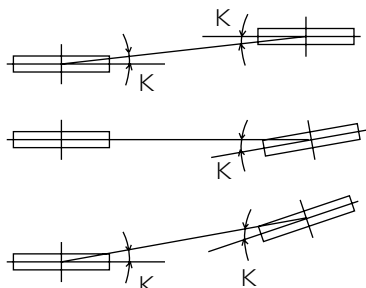

図1
1. ファンプーリーと電動機プーリーの平行度は図1、表1の規格を満足するようにセットしてください。